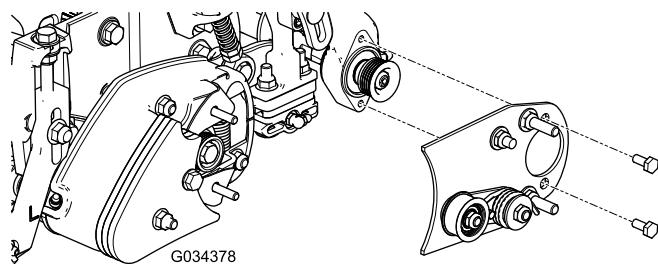

Figura 6
2. Instale la placa de cepillo (Figura 6).